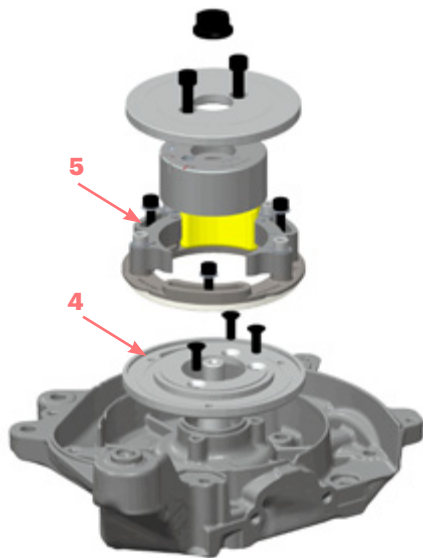

Fig. 4
Montaje y puesta en fase del encendido scooter (Fig. 4)
- **(Fig. 4)** Girar el motor en sentido antihorario hasta alcanzar el punto muerto superior y poner en cero el comparador verificando varias veces la exactitud de la operación.
- **(Fig. 4)** Girar el motor en sentido horario hasta alcanzar el punto